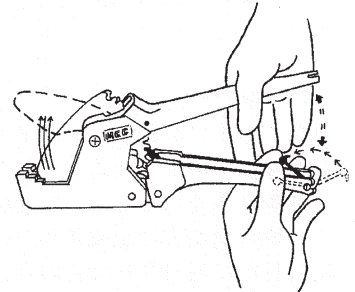

図2
- ③切断しようとするパイプまたはモールを図のように切断材受け部に挿入し、受け部に確実に沿うように支えながらハンドルを閉じて(握って)ください。(図2)